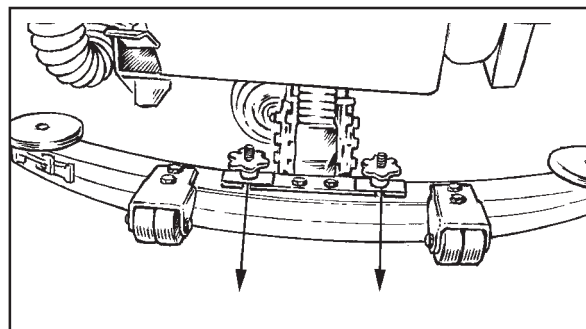

Рисунок 37
1. Отсоедините швабру, открутив две головки, которыми швабра подсоединяется к машине. Снимите швабру (смотрите рис. 37).